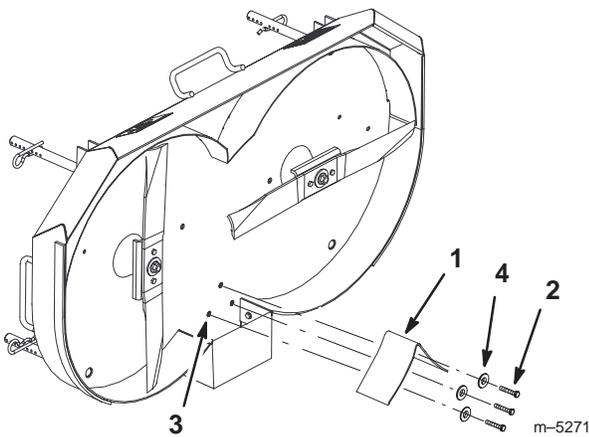

Figure 39
3. Enlevez les vis et les rondelles de fixation du déflecteur de hachage qui se trouvent sur le plateau de coupe (Fig. 39).
4. Montez le déflecteur à l'aide des pièces enlevées précédemment (Fig. 39).
2. Enlevez les vis, les rondelles et le déflecteur de hachage de la tondeuse (Fig. 39).